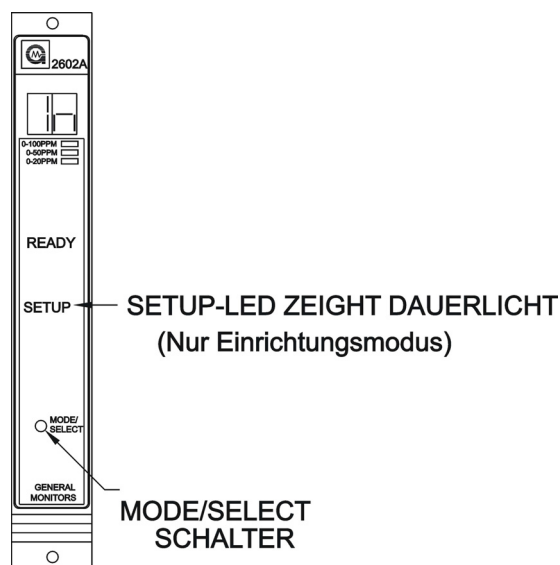

Abbildung 24 - Sperrmodus aktivieren
- Ist die Passwortooption deaktiviert oder wurde das korrekte Passwort eingegeben, wird auf dem Display fünf Sekunden lang **In** angezeigt (Abbildung 24). Wird der **Mode/Select**-Schalter gedrückt, während **In** angezeigt wird, wechselt das Gerät durch Sperren der Alarmausgänge in den Modus **Sperre**. Ist das Modell 2602A in den Sperromodus gewechselt, kehrt das Gerät durch Drücken des Mode/Select-Schalters zum Normalbetrieb zurück (siehe Abschnitt 5.3). Drücken Sie, wenn Sie nicht in den Modus **Einrichtung** wechseln möchten, innerhalb der fünf Sekunden, in denen **In** angezeigt wird, nicht den **Mode/Select**-Schalter.